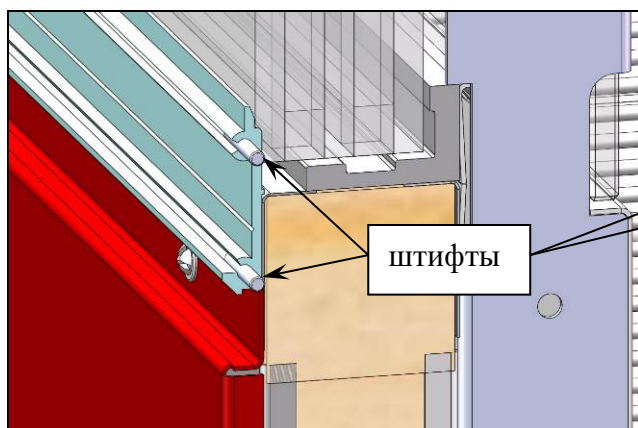

рис. 3.1
2. Установить 2 штифта в профиль основания бампера в одну из стыкуемых сторон. (рис. 3.1, 3.2)